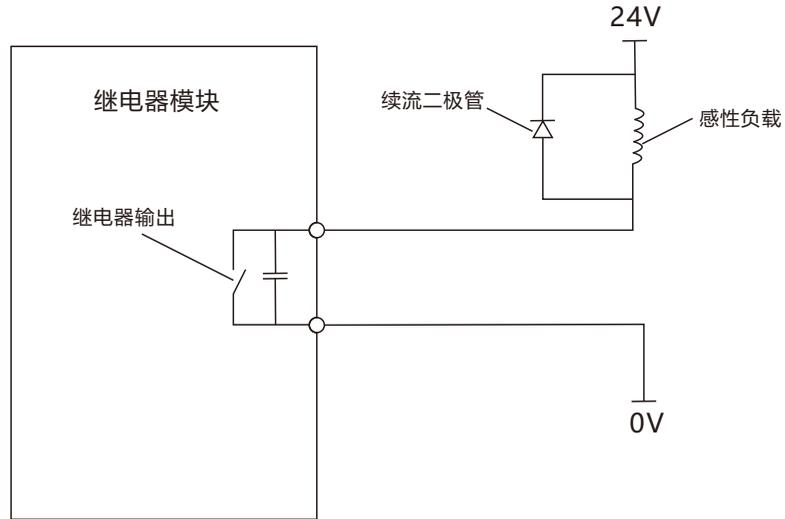

图5-8 RL8051模块接感性负载示意图
2.当输出点用于连接感性负载（电磁阀、继电器线圈等）时，需要在外部反向并联续流二极管（图5-8），否则可能会损坏输出端口。